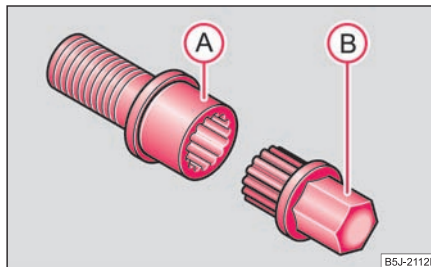

Fig. 199 Șurub de siguranță
- Introduceți adaptorul **(B)** cu partea zimțată până la limită pe interiorul zimțat al șurubului de siguranță **(A)**, astfel încât să se mai vadă numai partea hexagonală ⇒ pagina 206, fig. 199.